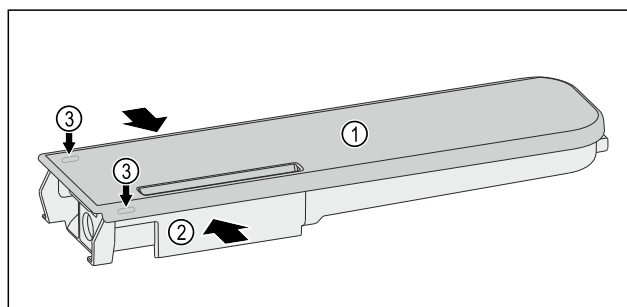

Fig. 173
- ▶ Nyomja össze a víztárolót Fig. 173 (2), és óvatosan emelje le, a fedelet Fig. 173 (1) a reteszelő fülekről Fig. 173 (3), majd húzza fel.
- Mozgassa óvatosan oda-vissza a fedelet Fig. 173 (1), majd könnyed mozdulattal vegye le felfelé.